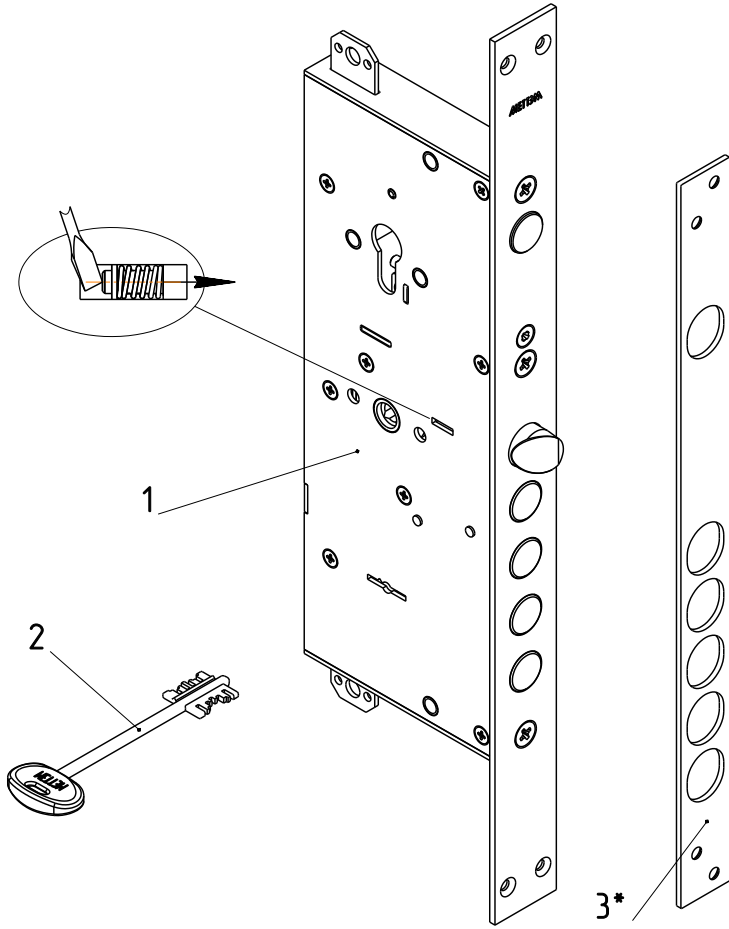

Рис.1
4.2. Установить, при необходимости, защелку в соответствующее положение для правой или левой двери путем ее выдвижения из корпуса отверткой через паз в крышке замка и разворота на 180° вокруг своей оси (см. рис. 1).